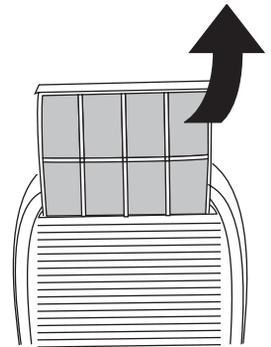

fig. 6
- Para quitar el filtro del aire, extraiga el filtro tirando de él, siga las indicaciones de la fig. 6.